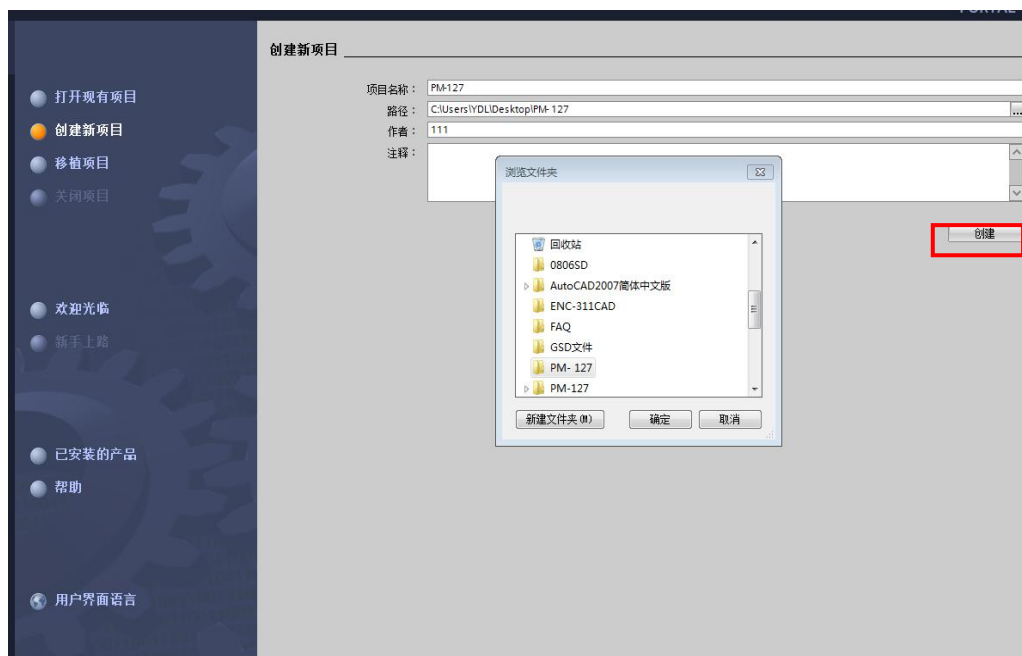

图 2 创建新项目
1.2. 左侧点击“创建新项目”，可在右边界面设置项目名称，保存路径等选项，点击“创建”便可建立一个新的项目，如图 2 所示：